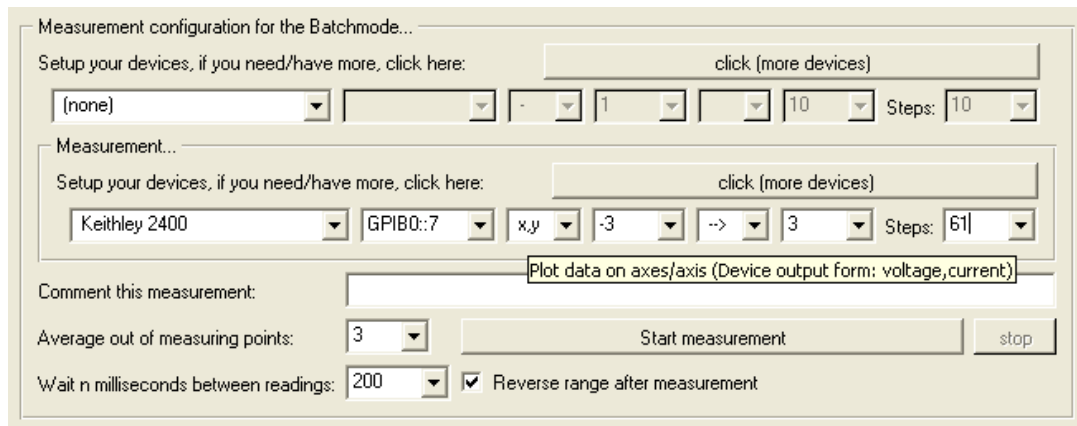

Abbildung 3: Einfaches Beispiel zur Steuerung der Spannung eines Keithley 2400 von -3V bis +3V in 61 Schritten.
Eine Messung lässt sich folgendermaßen einstellen, vgl. hierzu Abbildung 2: ein ansteuerbares Messgerät wird in der Dropdownbox (1) ausgewählt, daneben die korrekte VISA Adresse (2) eingetragen. Fährt man mit der Maus über (3) erscheint ein Tooltip (siehe Abbildung 3), der auch die Rückgabewerte des gewählten Messgeräts anzeigt. Der erste und/oder zweite Parameter kann geplottet werden. Hierfür wählt man die passenden Achsen in (3) aus. Nun kann der Parameter des gewählten Geräts zwischen zwei Werten in einer gewählten Schrittzahl variiert werden: von einem Startwert (4) bis zu einem Zielwert (6) in einer Anzahl von Schritten (7). Mittels (5) lassen sich die Werte von (4) bis (6) variieren oder auch fest auf (4) setzen, was bei Verwendung mehrerer Messgeräte Bedeutung erlangt. Für jedes Messgerät wird eine Kontrolleiste benötigt. Mittels des Klickbuttons lässt sich eine neue Zeile im jeweiligen Bereich hinzufügen.
In Abbildung 3 ist eine einfache Einstellung zu sehen. Ein Keithley 2400 mit der GPIB-Adresse 7 variiert die Spannung von -3V bis +3V in 61 Schritten. Hierbei werden an jedem Spannungswert drei Strommessungen mit mindestens 200 Millisekunden Abstand genommen und darüber gemittelt. Wie in dem Tooltip zu sehen ist, gibt das Keithley zwei Werte zurück: die angelegte Spannung und den fließenden Strom. Diese sollen geplottet werden. Hierfür wurde in der dritten Dropdownbox *x,y* ausgewählt - das bedeutet erster Wert (Spannung) auf die x-Achse und zweiter Wert (Strom) auf die y-Achse.